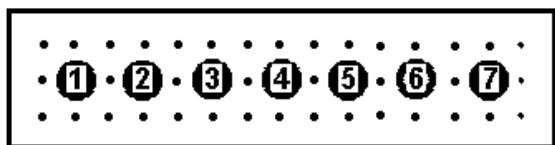
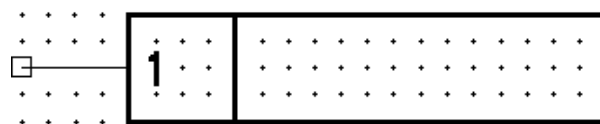

Рис. 25 (Сетка=1,25 мм)
Рис. 26 (Сетка=1,25 мм)
Разъем ON-KS-10 (рис.25) содержит 7 символов ON-KS (рис. 26).
5. Установить номер вывода, как показано на рис. 26, и провести вертикальную линию.